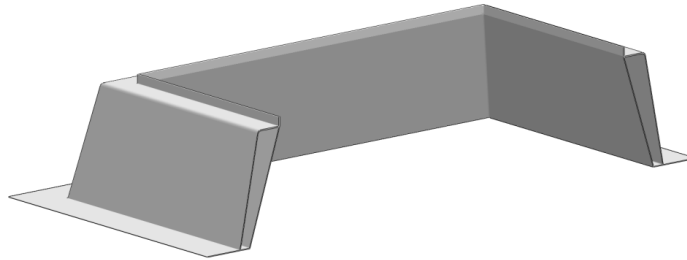

Рис. 1 Основание из стеклопластика в разрезе
1.1. Основание из стеклопластика представляет собой неподвижную часть конструкции трапецевидной формы, на которую устанавливается зенитный фонарь (Рис. 1).